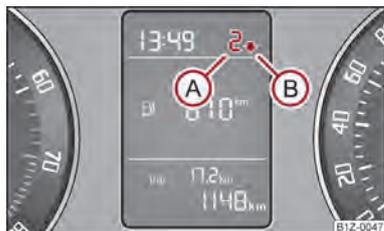

Fig. 4 Recomendação de mudança de velocidade
No visor do painel de instrumentos é indicada uma informação sobre a velocidade engrenada (A) ⇒ Fig. 4.